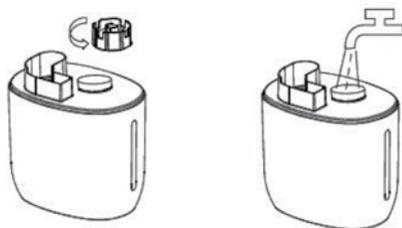

Рис. 2
2. Открутите крышку резервуара для воды против часовой стрелки и залейте воду в емкость (рис.2). Температура воды не должна превышать 40 °С